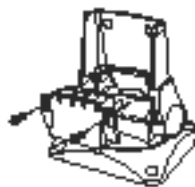

Рис. 12
4) Вставьте держатель коннекторов на его место и прикрепите к крепежному кронштейну двумя шурупами №6 19 мм (рисунок 12). **Затягивайте только вручную.**